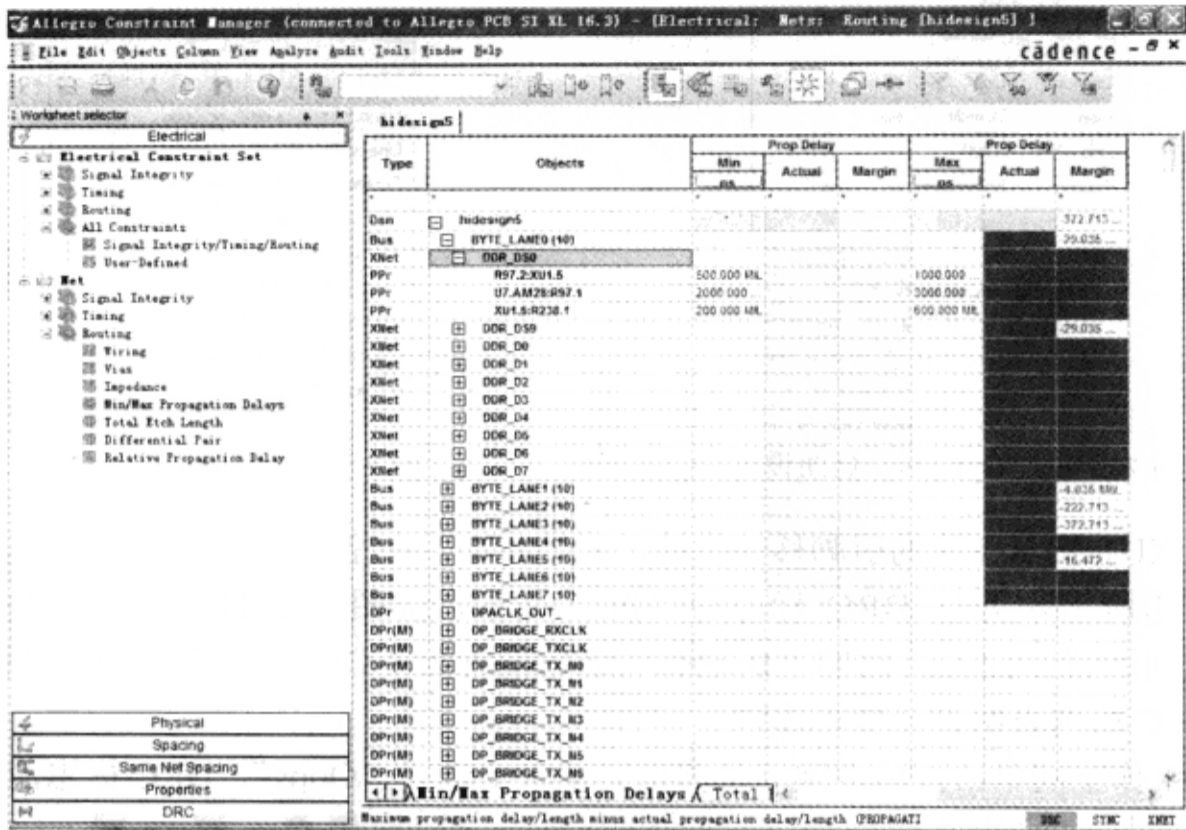

图 4-2-6 DDR\_DS0 网络引脚对的约束
- (4) 单击 Allegro Constraint Manager 表格中“Objects”栏“BYTE\_LANE0”前的“+”号。
- (5) 单击表格中“DDR\_DS0”前面的“+”号，显示引脚对，如图 4-2-6 所示。